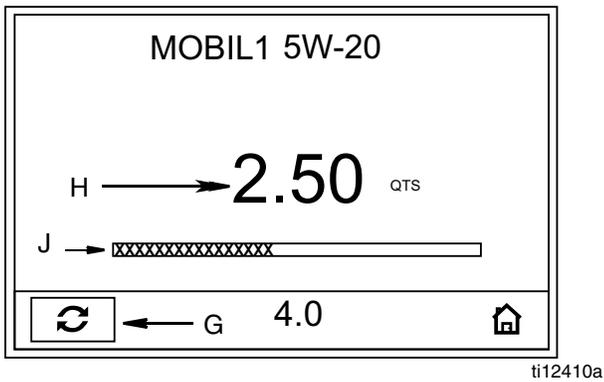

图 25
2. 按下中间的回车按钮对选择进行确认。将显示“预设分配”屏幕(图 25)。
流体开始流动。显示的量从零或从先前分配的量(图 25)开始计数，并显示在字段 H 中。分配进度的视觉表示也出现在进度条(J)上。